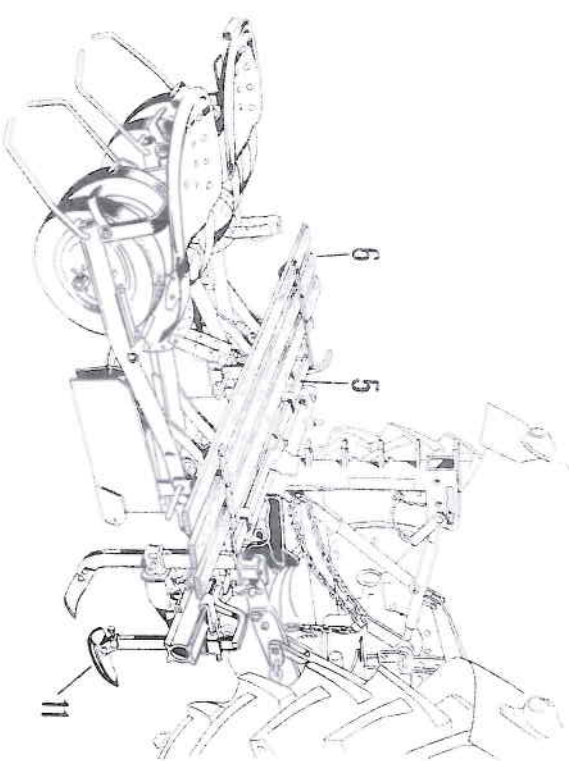

Abb. 82 Pflanzensetzmaschine 2-reihig "System Löwe"
4. Bei der Arbeit mit Tiefgang-Begrenzungskette empfehlen wir, bei Schleppern mit ausgeschlagenem Dreipunktge- stänge Tastkufen (11) zu verwenden (Abb. 82 und 83). Die Tastkufen müssen während der Arbeit 2 - 3 cm über dem Boden laufen, sie dürfen das Gerät nicht tragen.